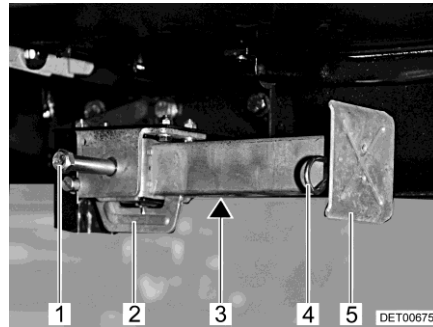

Fig. 39 Apoyo de elevación
- Colocar la llave de vaso en el hexágono (Fig. 39,1) y girarla hasta que el apoyo de elevación quede verticalmente hacia abajo.
- En caso de que la longitud del apoyo de elevación sea ajustable, extraer la clavija hendida (Fig. 39,4) de la prolongación del pie de apoyo (Fig. 39,5).
- Colocar la llave de vaso en el hexágono (Fig. 39,1) y girarla hasta que el apoyo de elevación esté de nuevo libre del suelo.
- Introducir totalmente la prolongación del pie de apoyo (Fig. 39,5) e introducir la clavija hendida (Fig. 39,4) en el orificio previsto para ello que hay en la prolongación del pie de apoyo.
- Girar el hexágono (Fig. 39,1) hasta que el apoyo de elevación se haya girado hacia arriba y la guía (Fig. 39,2) tenga contacto con el extremo de la ranura (Fig. 39,3).